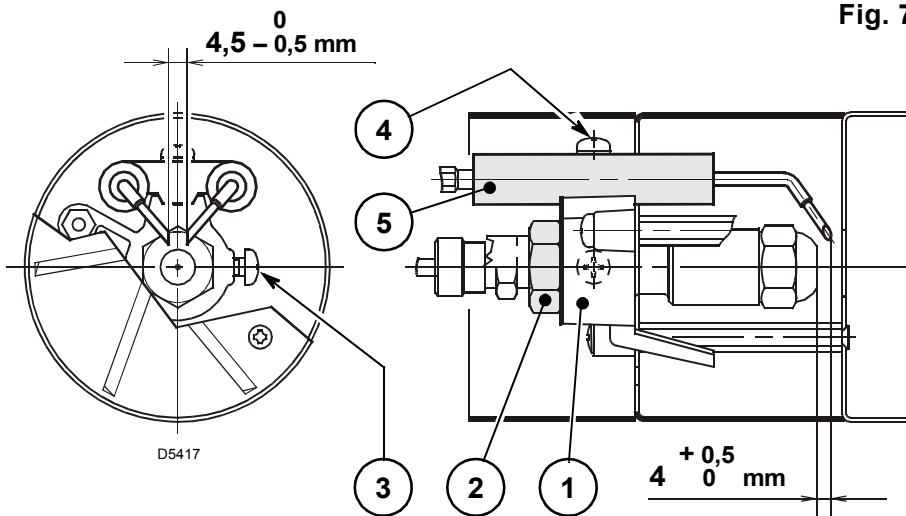

Fig. 7
3.4 REGLAGE DES ELECTRODES, (voir fig. 7)